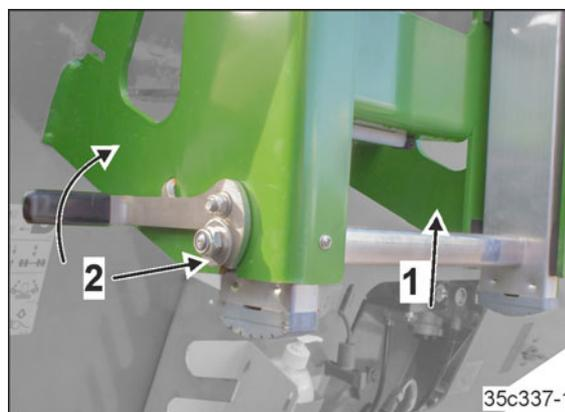

Fig. 261
1. Pousser l'échelle vers le haut (Fig. 261/1).
2. Veiller à ce que la sécurité à ressort s'enclenche (Fig. 261/2).